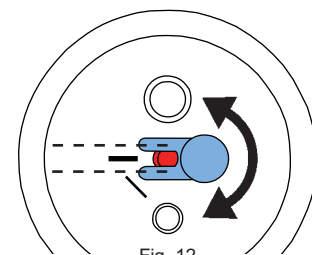

Fig. 12
- Allineare l'ugello dosatore nei serbatoi da 25-70µm (fig. 12)!